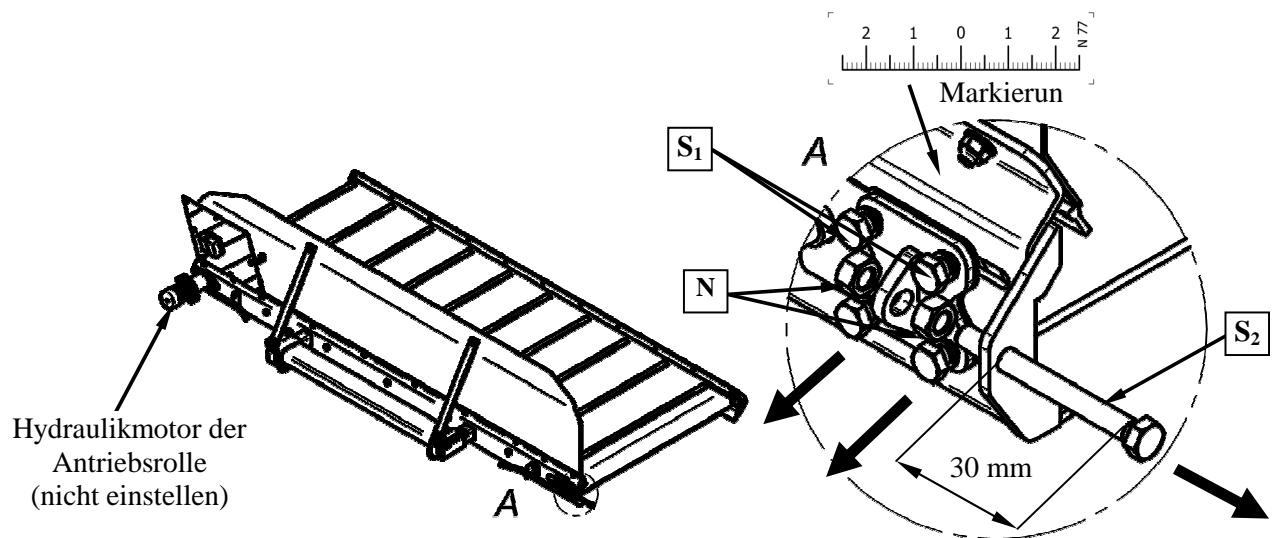

Abb. 43.
2. Spannung der Bandspannungsrollen lose machen – Schrauben M10 - **S₁**, Mutter M12 – **N₂** Einstellschraube M12 – **S₂** um ca. 30 mm abdrehen (**Abb. 43**).